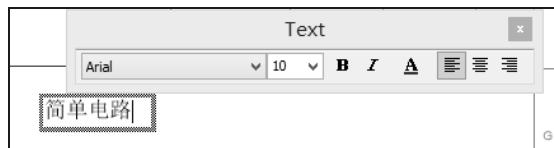

图 4.1.18 输入文字
(8) 添加文字注释。选择“Place(放置)”→“Text(文字)”命令, 在原理图下方单击, 如图 4.1.18 所示, 在出现的文本框中输入要显示的文字“简单电路”。